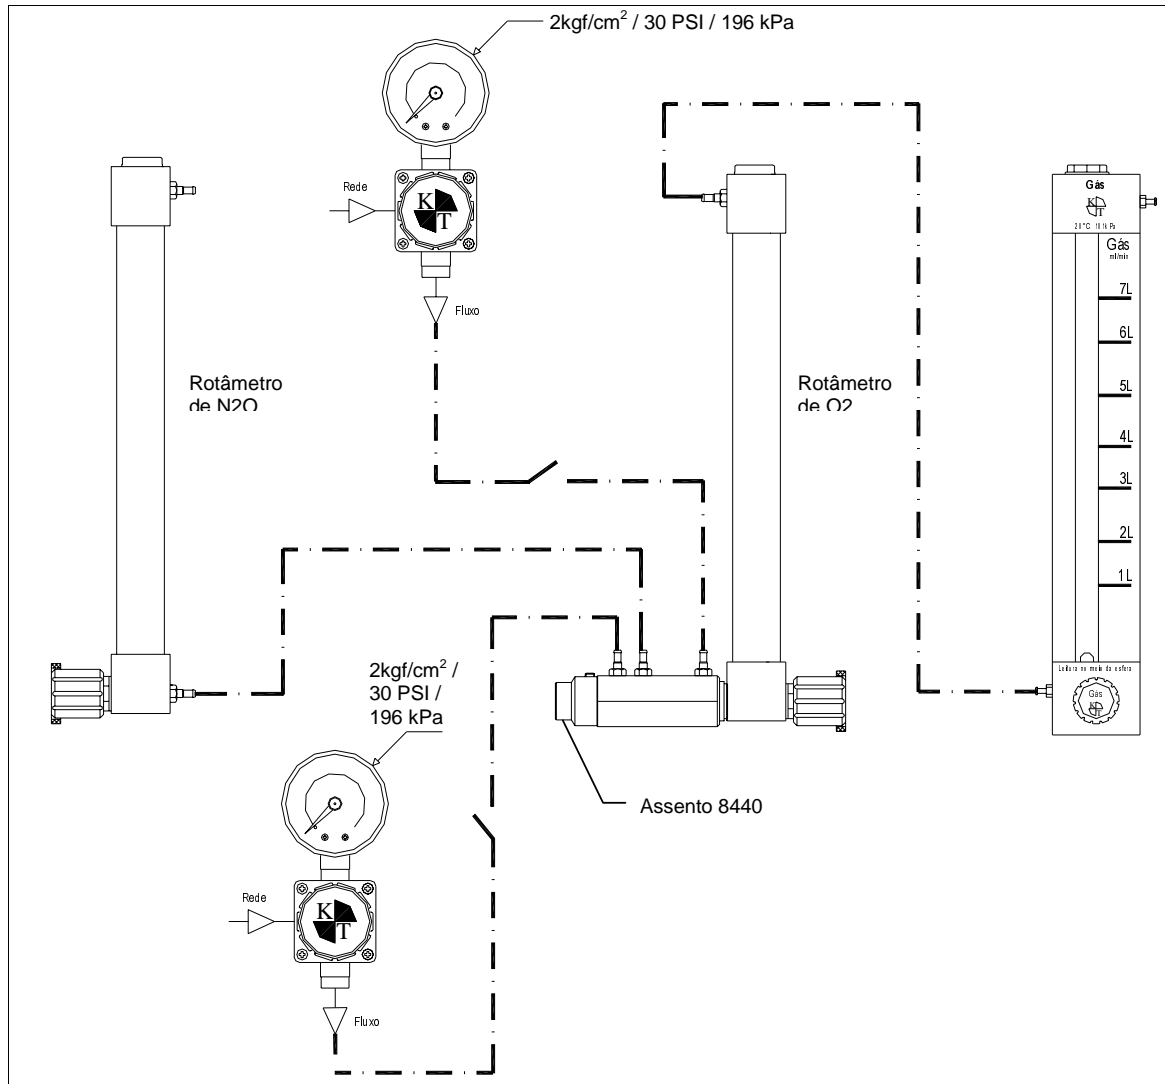

Figura 5.6: Esquema para ajuste do assento de N₂O
1. Seguindo o esquema da Figura 5.6, tirar o rotômetro padrão de 300 ml/min da saída do rotômetro de O₂.